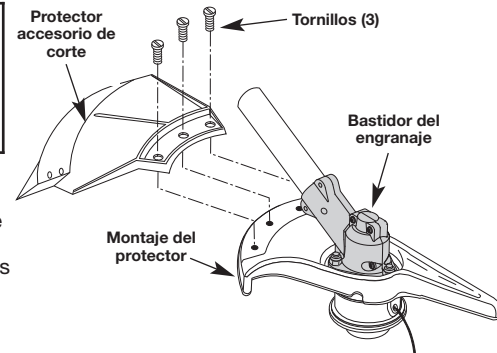

Fig. 6
Saque el protector accesario de corte del montaje del protector retirando los tres (3) tornillos con un destornillador de vástago plano (Fig. 6). Guarde las piezas para usarlas en el futuro.
Instale el protector accesario de corte en el montaje del protector insertando 3 tornillos en el montaje del protector. Ajuste bien con un destornillador de vástago plano (Fig. 6).
**ADVERTENCIA:** Evite los arranques accidentales. Colóquese en posición de inicio cuando tire de la cuerda de arranque (Fig. 6). El operador y la unidad deben estar en una posición estable al arrancar la unidad para evitar graves lesiones personales.